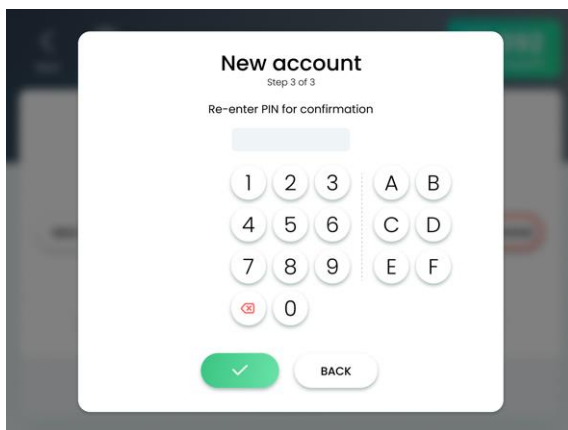

Figura 6-5. Pantalla de cuenta nueva (paso 3 de 3)
7. Pulse el botón **Confirmar**; aparecerá la pantalla New Account (Step 3 of 3) (Nueva cuenta [Paso 3 de 3]), como se muestra en la Figura 6-5.